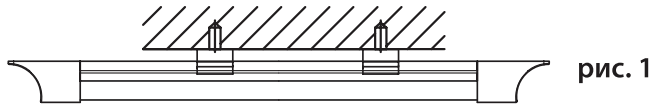
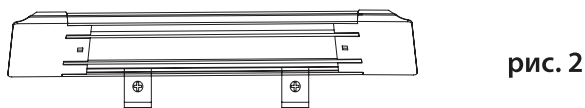

рис. 1
рис. 2
4. Установите монтажные клипсы на потолок (рис. 1) или стену (рис. 2) и надежно зафиксируйте клипсы на поверхности.